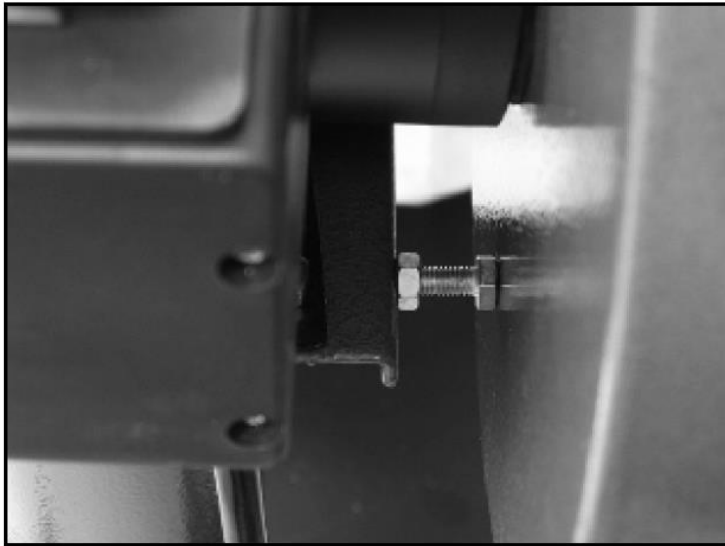

Рисунок 8. Регулировочные болты опорной пластины коллектора
1. Отрегулируйте два болта с шестигранной головкой, расположенные на опорной пластине коллектора (рис. 8), таким образом, чтобы головки болтов прижимались к корпусу двигателя/крыльчатки.